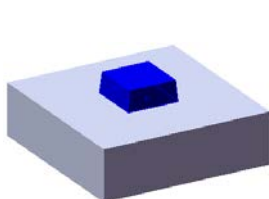
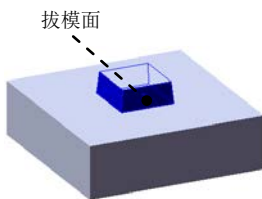

图 10.7 拔模特征
图 10.8 拔模面
(3) 定义拉伸深度属性。采用系统默认的深度方向。在“凸台—拉伸”对话框的 **方向 1** 区域的下拉列表中选择 **给定深度** 选项, 在 $D1$ 文本框中输入深度值 1.20。
(4) 单击 按钮, 完成凸台—拉伸 2 的创作。
Step4. 创建图 10.7 所示的零件特征——拔模。
(1) 选择命令。选择下拉菜单 **插入(I)** → **特征(F)** → **拔模(D)...** 命令(或单击“特征(F)”工具栏中的 按钮)。
(2) 定义拔模面。选取图 10.8 所示的面为拔模面。